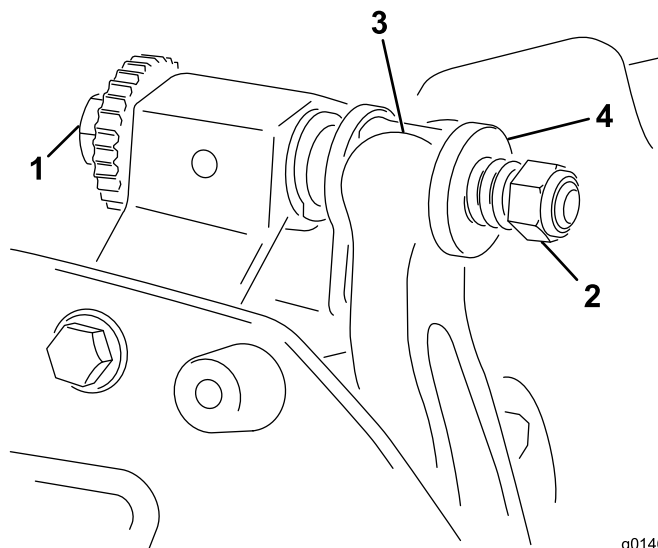

図 19
1. ベッドバー調整ねじを左に回して下刃とリールの接触を完全になくす 図 19。
2. スプリングテンションナットをゆるめて、ワッシャーがベッドバーを全く押さないようにする 図 19。
1. ベッドバー/ベッドナイフアセンブリを取り付け、固定用耳をワッシャーとベッドバー調整ネジ (図 19) の間に配置する。